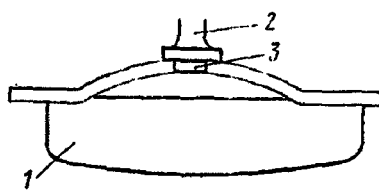

Рис. 378. Нагрев и осаждение выступов:
2) осаживайте нагретое место ударами киянок или молотка с помощью плоской поддержки 1 (рис. 378), которая используется как наковальня;